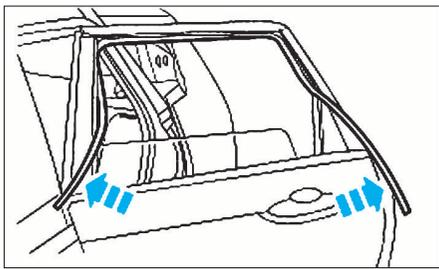

FIG. 58
- Sortir les parties inférieures du joint de coulisse de porte et les faire pendre vers l'extérieur (Fig.58).